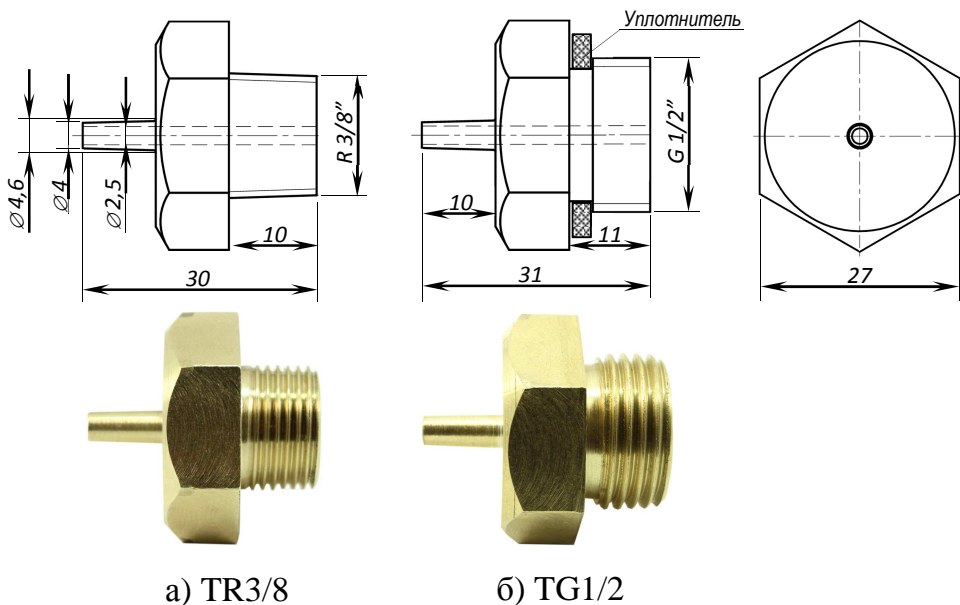

Рис. 4. Переходник соединительный типа «Т»
9.4. Типоисполнение переходника «TR3/8» (Рис. 4а) имеет трубную коническую резьбу.